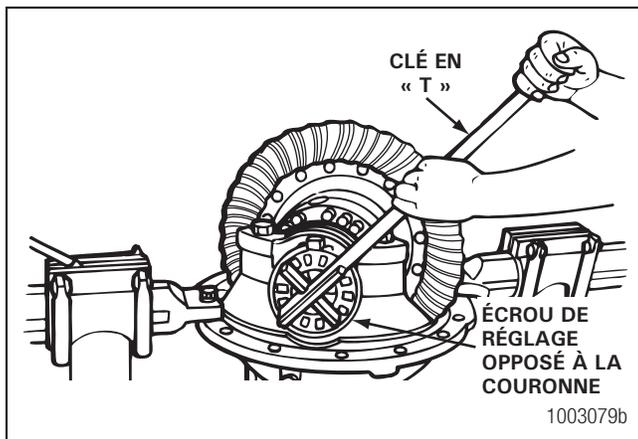

Figure 5.55
2. Utiliser une clé en « T » pour desserrer l'écrou de réglage de roulement opposé à la couronne. Le comparateur indiquera la présence d'un faible jeu. Figure 5.55.